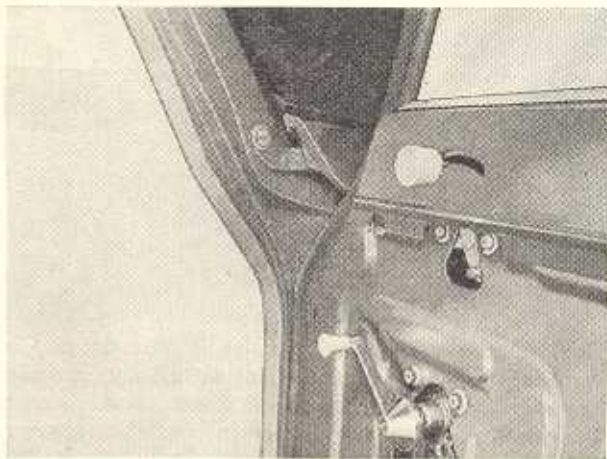

Bild K 52. Vordere Tür- und Haubenscharniere
2. Das Haubenscharnier (Bild K 52)
Als Mutter sind verschiebbare Gewindeblöcke mit Halter innerhalb des Haubenspanntes angeordnet (Bild K 52).